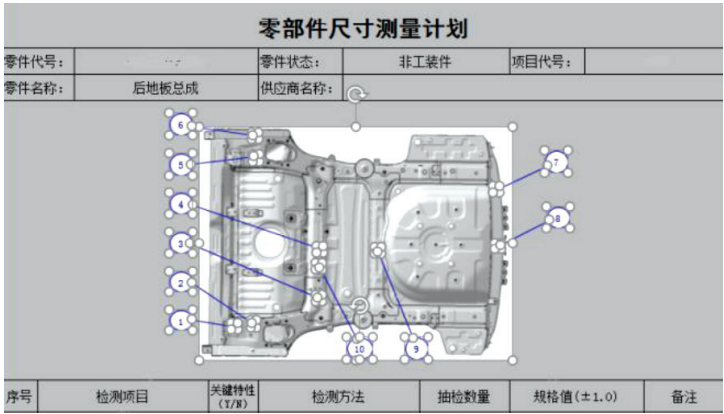

图3 测量计划中的表格
1) 用表格标题“零部件尺寸测量计划”作为关键字符（图 3），用于确定需